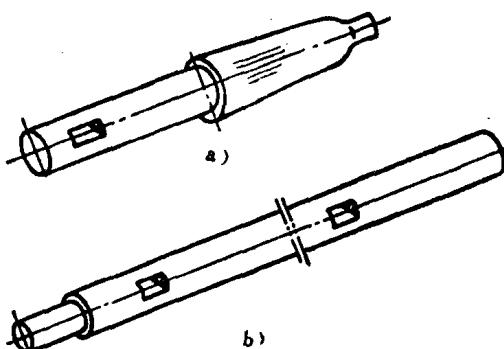

图1-29 镗刀杆
2) 镗刀杆 它是镗削加工不可少的工具，分为单头镗刀杆、双头镗刀杆两种，见图1-29。